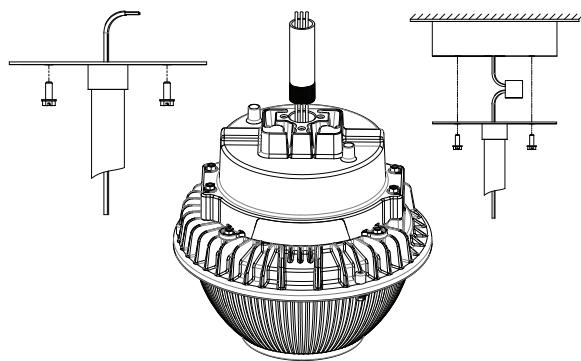

Figura 1
1. Inserte los cables a través del conducto rígido colgante de  $\frac{3}{4}$ " e inserte el conducto a la carcasa superior del aparato (figura 1- izquierda).
3. Realice las conexiones de cableado necesarias con la caja de conexiones a prueba de agua proporcionada por el cliente (Vea figura 1-derecha).